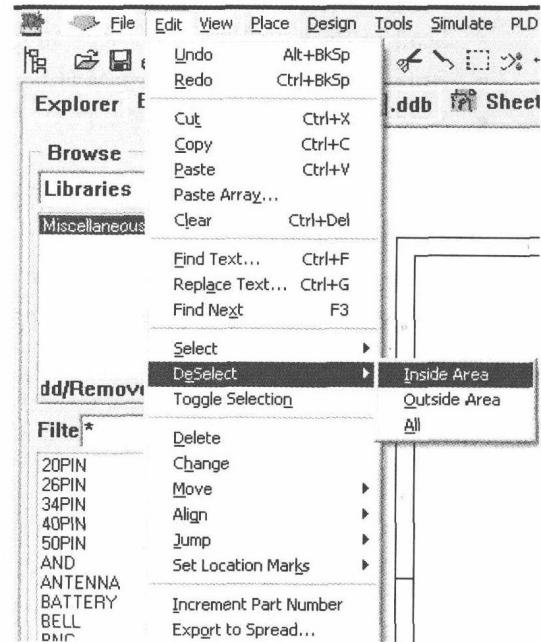

图 1-12 编辑菜单命令
(1) 利用菜单命令。使用菜单命令 Edit→Deselcct (编辑→撤消选择), 如图 1-12 所示。包含以下 3 个选项:
(2) 主工具栏中的工具。在主工具栏中有取消选择工具, 即“”按钮, 单击该按钮所有选中的元件被撤消选择。
(3) 快捷键操作。